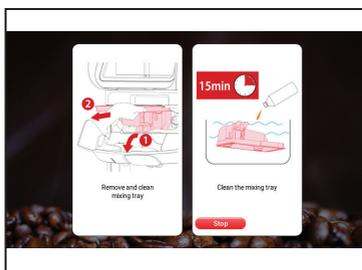

Fig.6
5. L'écran affichera **NETTOYEZ LE REFROIDISSEUR, APPUYEZ SUR ENTER POUR CONFIRMER**, appuyez sur **ENTER** pour confirmer et continuez. L'écran affiche ensuite : **RETIREZ ET NETTOYEZ LE PLATEAU DE MÉLANGE** (voir Fig.6). Suivez les instructions à l'écran pour nettoyer le plateau.